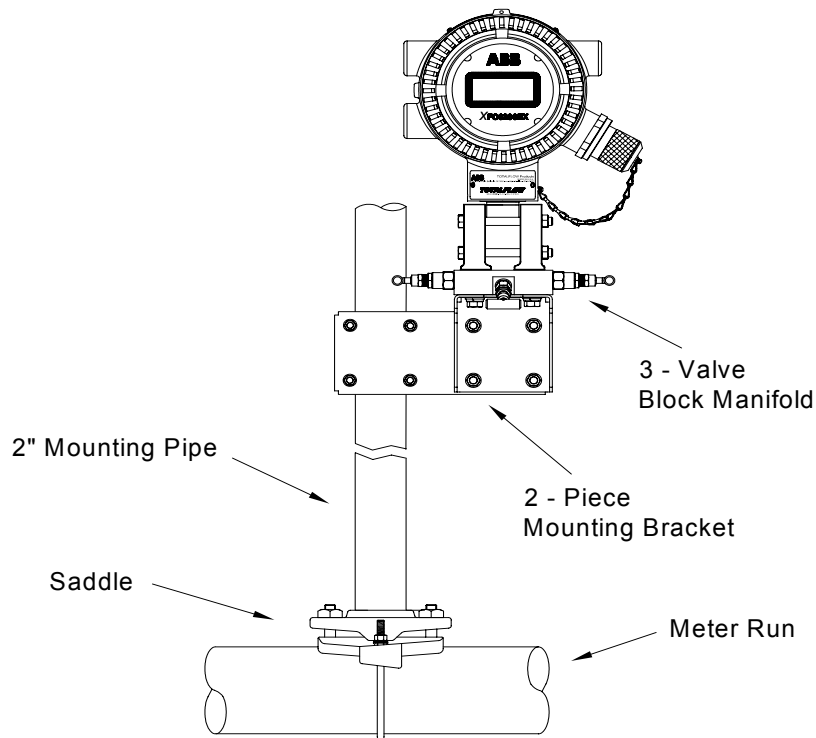

Figure 3 (installation type du bloc manifold)
4. La méthode utilisée pour installer le 6200EX à l'aide du kit d'installation dépend de l'utilisation d'un manifold séparé ou d'un bloc manifold. Pour les manifolds séparés, installez le 6200EX directement sur le support comme illustré à la figure 1 puis vissez la tubulure du manifold séparé dans le bas du transducteur du 6200EX. Si un bloc manifold est utilisé, placez le manifold entre le transducteur du 6200EX et le haut du support, comme indiqué à la figure 3. Les blocs manifolds illustrés à la figure 3 peuvent être installés avec quatre boulons insérés par le dessous du support, à travers le manifold et dans les orifices filetés du transducteur 6200EX. Les blocs manifolds de plus grande taille présentant des brides en haut et en bas nécessitent un matériel séparé pour installer le manifold sur le transducteur du 6200EX et installer ensuite le manifold sur le support d'installation. N'oubliez pas d'installer les joints des brides de joint toriques dans les rainures en creux de la ou des brides du bloc manifold.